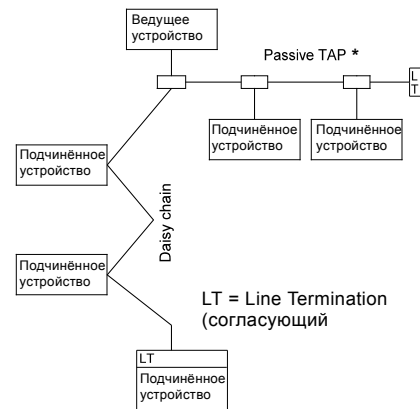

Рис. 2 Пример сети Modbus с оконечной нагрузкой
*Для обеспечения стабильной и надёжной связи очень важно, чтобы включался только согласующий резистор первого и последнего устройств в сети Modbus. См. рис. 2.*